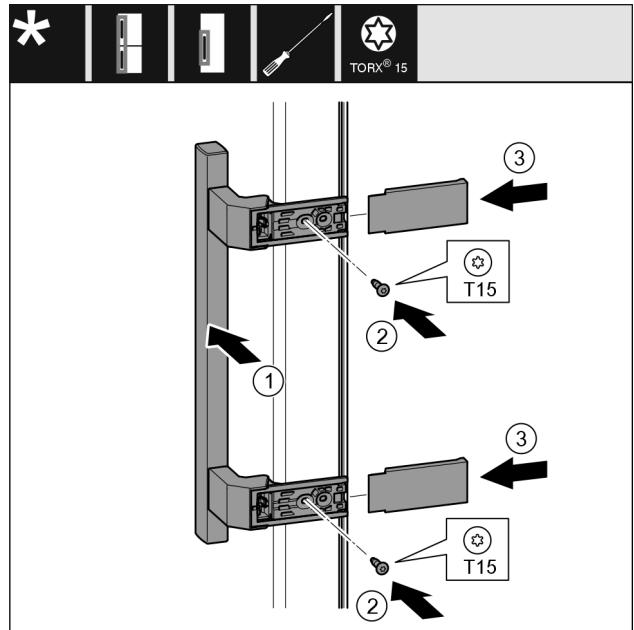

Fig. 9
- Vendosni dorezën në anën e kundërt. Fig. 9 (1)
- Mbërtheni fort vidat me një kaçavidë T15. Fig. 9 (2)
- Vendosni kapakët mbulues anash dhe shtyjini. Fig. 9 (3)